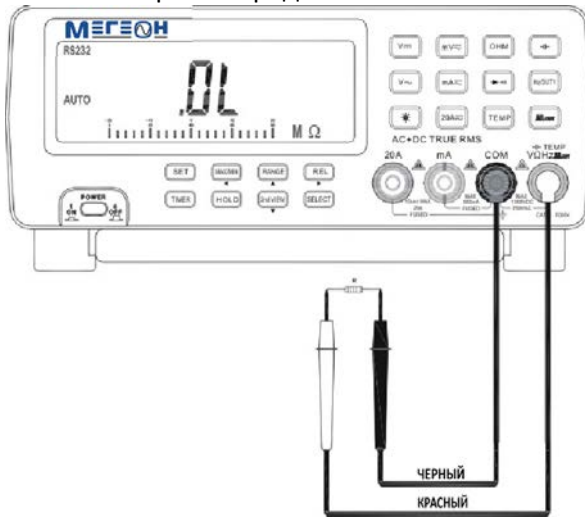

Рисунок 11. Измерение напряжения.
- Способ измерения представлен на Рис. 11.